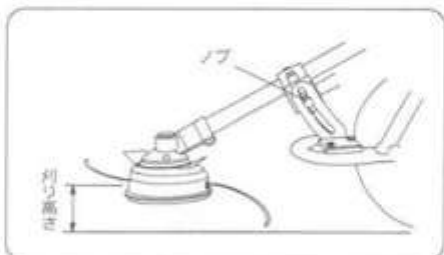

図8
- ①直管式刈取部の高さ調整
- ノブをゆるめて高さを調整してください。(図8)